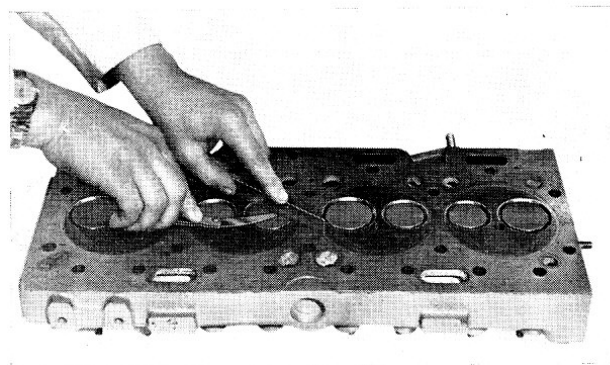

Fig. 5
- 4° Après rodage de la soupape, vérifier son retrait par rapport au plan de joint, pour s'assurer qu'il est compris dans les limites de tolérance = 0,74/1,4 mm (fig. 5).